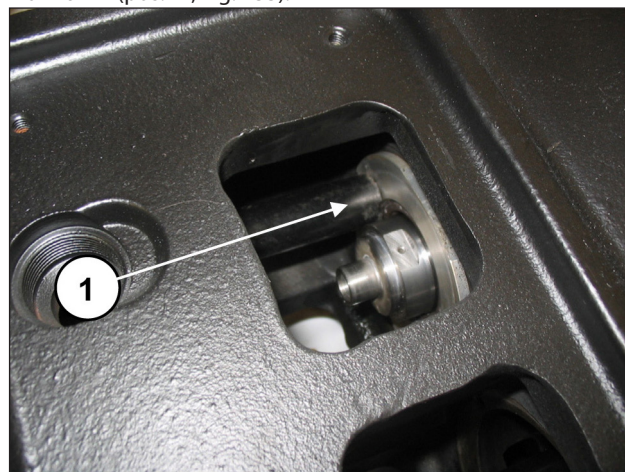
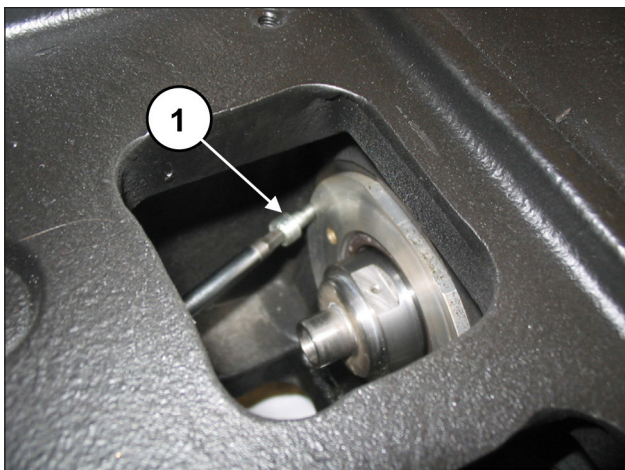

Fig. 132
Fig. 133
Assicurarsi che il coperchio entri completamente in sede (pos. ①, Fig. 132) facendo attenzione a non danneggiare il labbro del paraolio. Avvitare i coperchi paraolio mediante 2 viti M6x14 (pos. ①, Fig. 133).